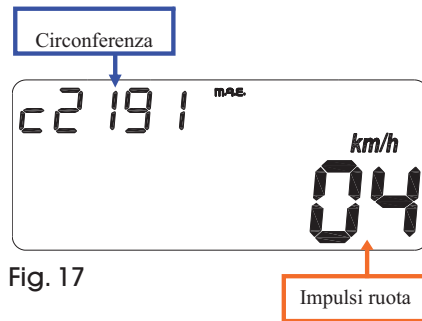

Fig. 17
- 4^a pagina (ad ogni accensione dello strumento): Visualizzazione dei parametri impostati (fig. 17).
- 4th page (every time the instrument is switched on): Display of set parameters (fig. 17).
- Visualizzazione delle schermate come fig. 17 per circa 3 sec.
- Display of screens as in fig. 17 for approx. 3 sec.